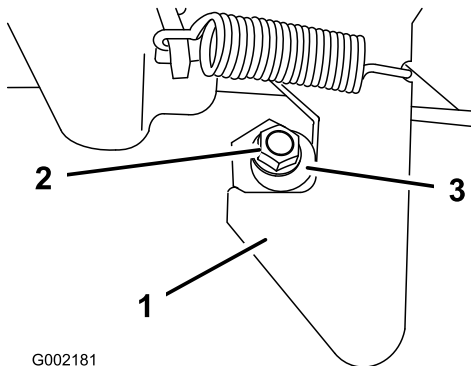

Figura 13
1. Allentate il dado sull'estremità della colonnetta di ancoraggio (Figura 13).
2. Girate la colonnetta di ancoraggio in senso orario finché non si trova saldamente contro il dispositivo di chiusura, quindi serrate il dado (Figura 13).